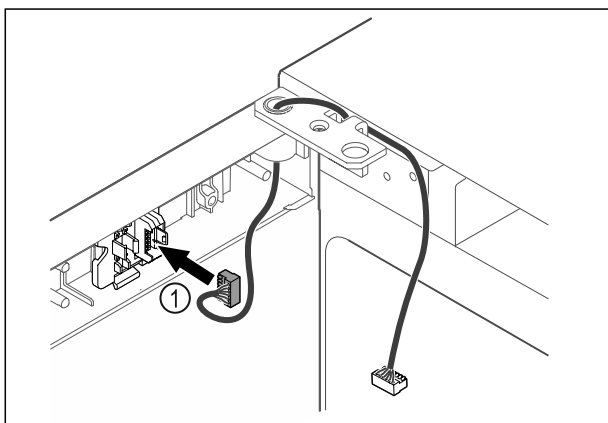

Fig. 49
- ▶ Sett pluggen Fig. 49 (1) i pluggholderen.